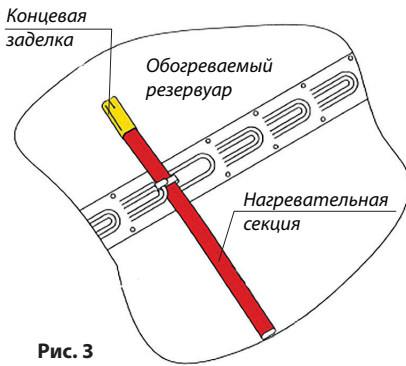

Рис. 3
**Концевая заделка** является конечным элементом нагревательной секции, конструктивно состоит из обжимных наконечников и термоусаживаемых трубок, а также трубки для усиления концевой заделки (рис.3).